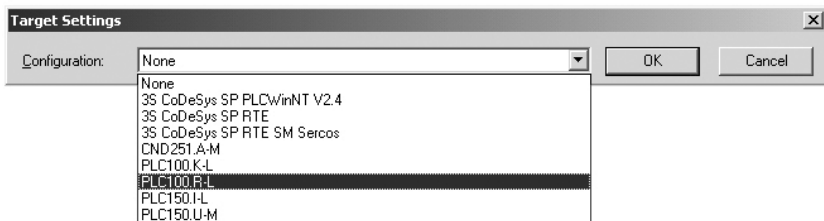

Рис. 3. Окно выбора Target-файла
7.2. После создания проекта нужно выбрать Target-файл, соответствующий названию контроллера. Target-файл предварительно должен быть инсталлирован (см. п. 6.2). Окно выбора Target-файла представлено на рис. 3.